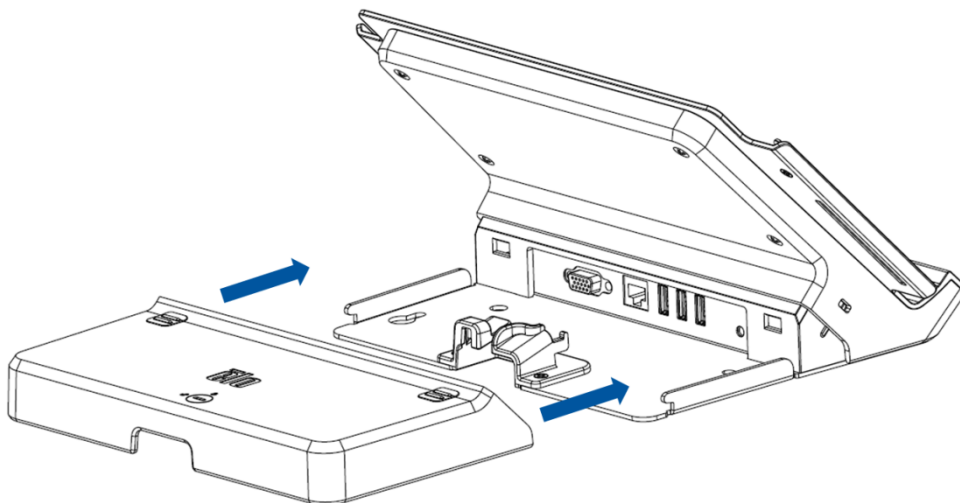

図11. ケーブルカバーをドッキング・ステーションにスライドして戻す
5. ドック・ケーブルカバーをカチッという音がするまでドック・ステーションにスライドして戻し（以下、図11表示）、ケーブルカバーを再度取り付けます。ドック・ケーブルカバーにはケーブルを通す開口部があります。